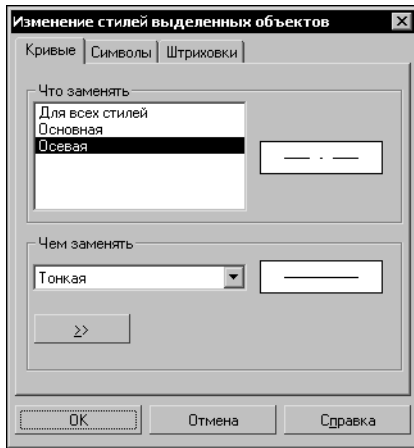

Рис. 9.3. Диалог замены стилей геометрических объектов
2. Вызовите команду **Сервис — Изменить стиль**. На экране появится диалог замены стиля (рис. 9.3). Количество вкладок диалога зависит от того, какие типы объектов (кривые, точки, штриховки) выделены.